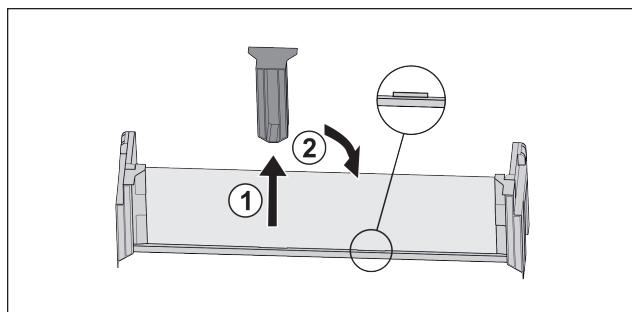

Fig. 83 *
- Desprindeți piesa de susținere intermedieră Fig. 83 (1).*
- Introduceți piesa de susținere intermedieră la a doua poziție Fig. 83 (2).*